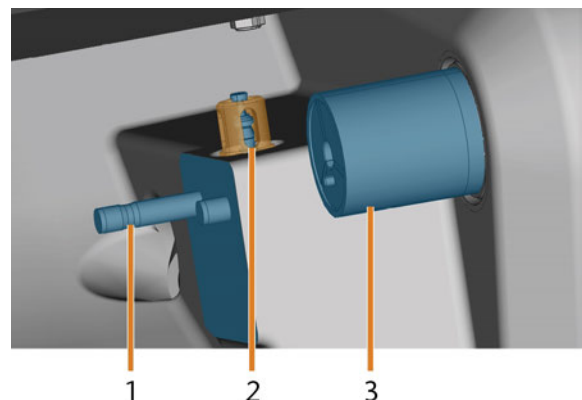

ABB. 66 – WERKZEUGMAGAZINHALTER, MESSTASTER, BLOCKHALTER (IN BLAU)
4. Reinigen Sie den Messtaster mit dem feuchten Pinsel (☞ Abb. 66 – unten).